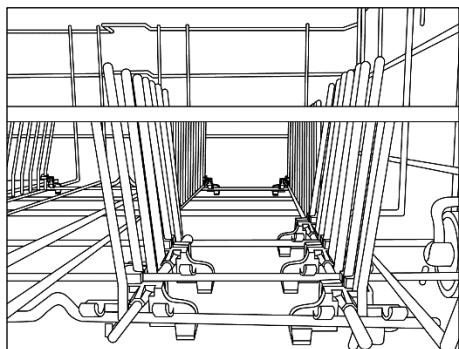
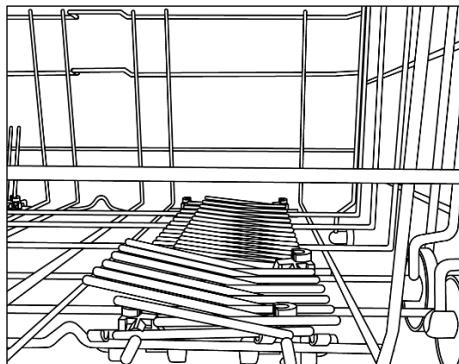

Fig. 2
Fig. 3
- Masina de spalat vase este prevazuta cu un filet de "3/4" (Fig. 2).
- **BLOCAREA APEI (fig. 3)**
- apoi puneti-l ușor în poziția corectă (fig. 2).
N.B.: NU RIDICAȚI SAU COBORÂȚI NICIODATĂ COȘUL DOAR DE O SINGURĂ PARTE (fig. 3).
Rafturile pliabile (fig.2 și fig.3) pot fi puse în coșul inferior pentru a optimiza stabilitatea vaselor. Rafturile pot fi ridicate sau lăsate pentru a acomoda dimensiunile non-standard și/sau formele pentru flexibilitate maximă.
- Pentru o curătare usoară, containerul central este detasabil (Fig. 2).
- Îndepărtați filtrul sită (Fig. 3) și spălați întreaga unitate sub jet de apă. Dacă este nevoie, utilizați o perie mică.